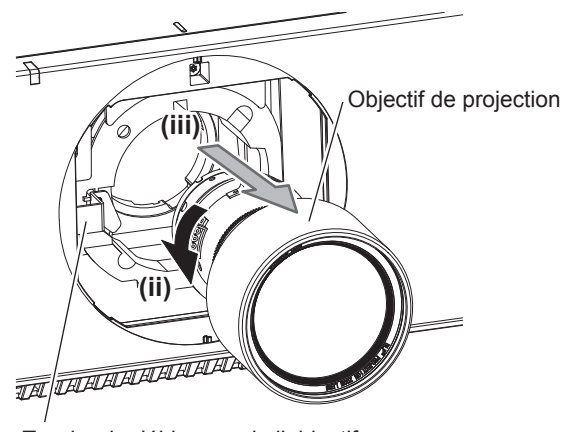

Fig. 2
- 2) Tout en appuyant sur la touche de retrait de l'objectif, tournez l'objectif de projection dans le sens inverse des aiguilles d'une montre au niveau de l'extrémité et retirez-le. (Fig. 2)